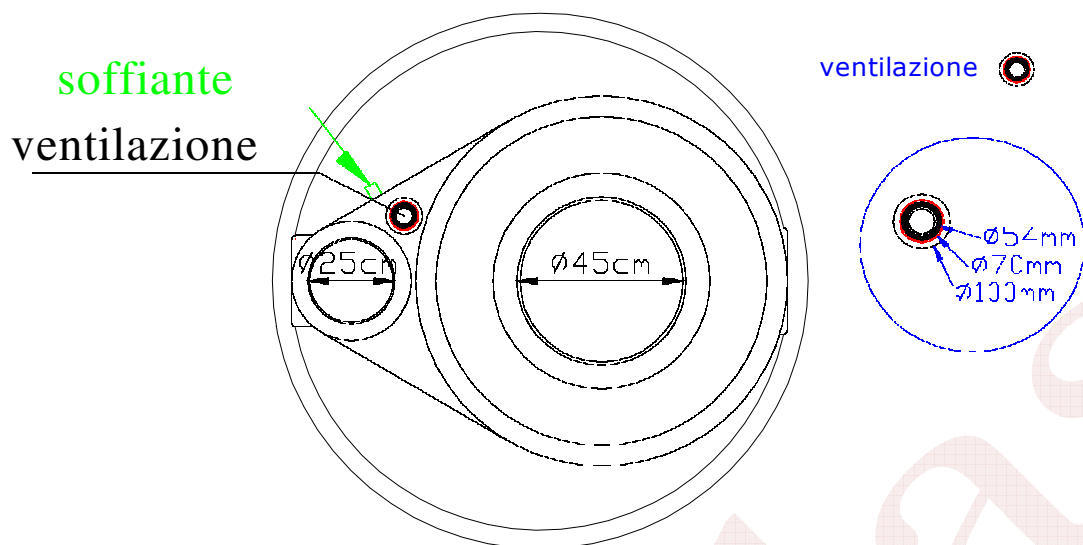

Fig.2 – Posizionamento collegamenti biogas e ossigenazione
- il collegamento deve essere effettuato utilizzando fascette di acciaio inox e tubo telato in gomma da 3/4" (19mm) o superiore con adeguati raccordi, proteggendolo da schiacciamento e strozzature. Il collegamento al depuratore avverrà in corrispondenza del raccordo identificato dalla targhetta o scritta "soffiante" (Fig.2).